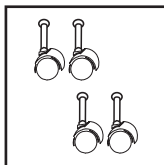
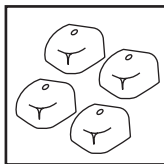

FIGURE 1
FIGURE 2
1. L'aspirateur sec/humide est livré avec quatre roulettes de manutention, **FIGURE 1**, quatre porte-roulettes, **FIGURE 2**, et quatre vis.